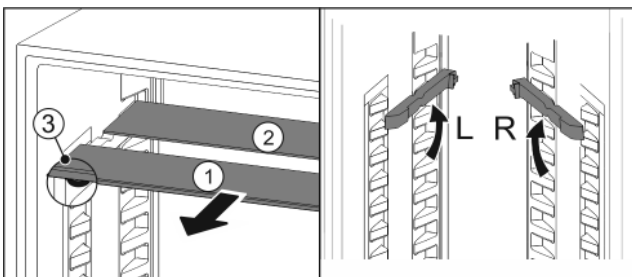

Fig. 52
- По одной извлеките Fig. 52 (1) стеклянные панели движением вперед.
- ▷ Стеклянная панель Fig. 52 (1) с декоративной планкой лежит спереди.
- ▷ Стопоры Fig. 52 (3) показывают вниз.